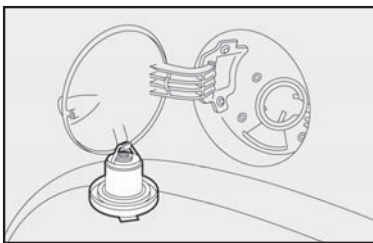

fig. 121
3) Após a retirada da tampa, encaixá-la no suporte existente na portinhola **fig. 121**.